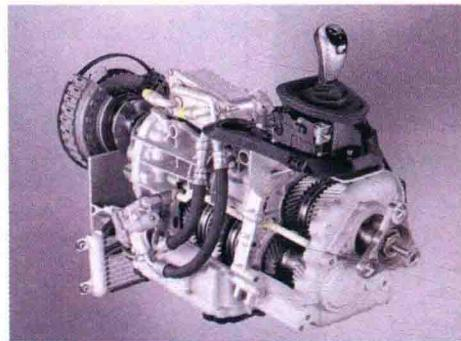

图 1-6 宝马 SMG 变速器
①以电、液执行器为自动换挡机构的 AMT 变速器。这种变速器已经在诸如奇瑞 QQ3、瑞麒 M1、雪佛兰赛欧、上汽 MG3 等车型上得到广泛的应用，目前采用马瑞利电、液执行器的 AMT 变速器在国内应用范围最为广泛。宝马 SMG、兰博基尼 ISR 是比较特殊且典型的 AMT 变速器。图 1-6 所示为宝马 SMG 变速器。